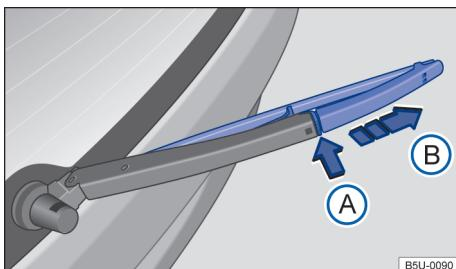

Fig. 160 Substituir a palheta do limpador do vidro traseiro.
- Manter o botão de destravamento → Fig. 160 ① pressionado.
- Retirar a palheta do limpador do vidro traseiro no sentido da seta ②.